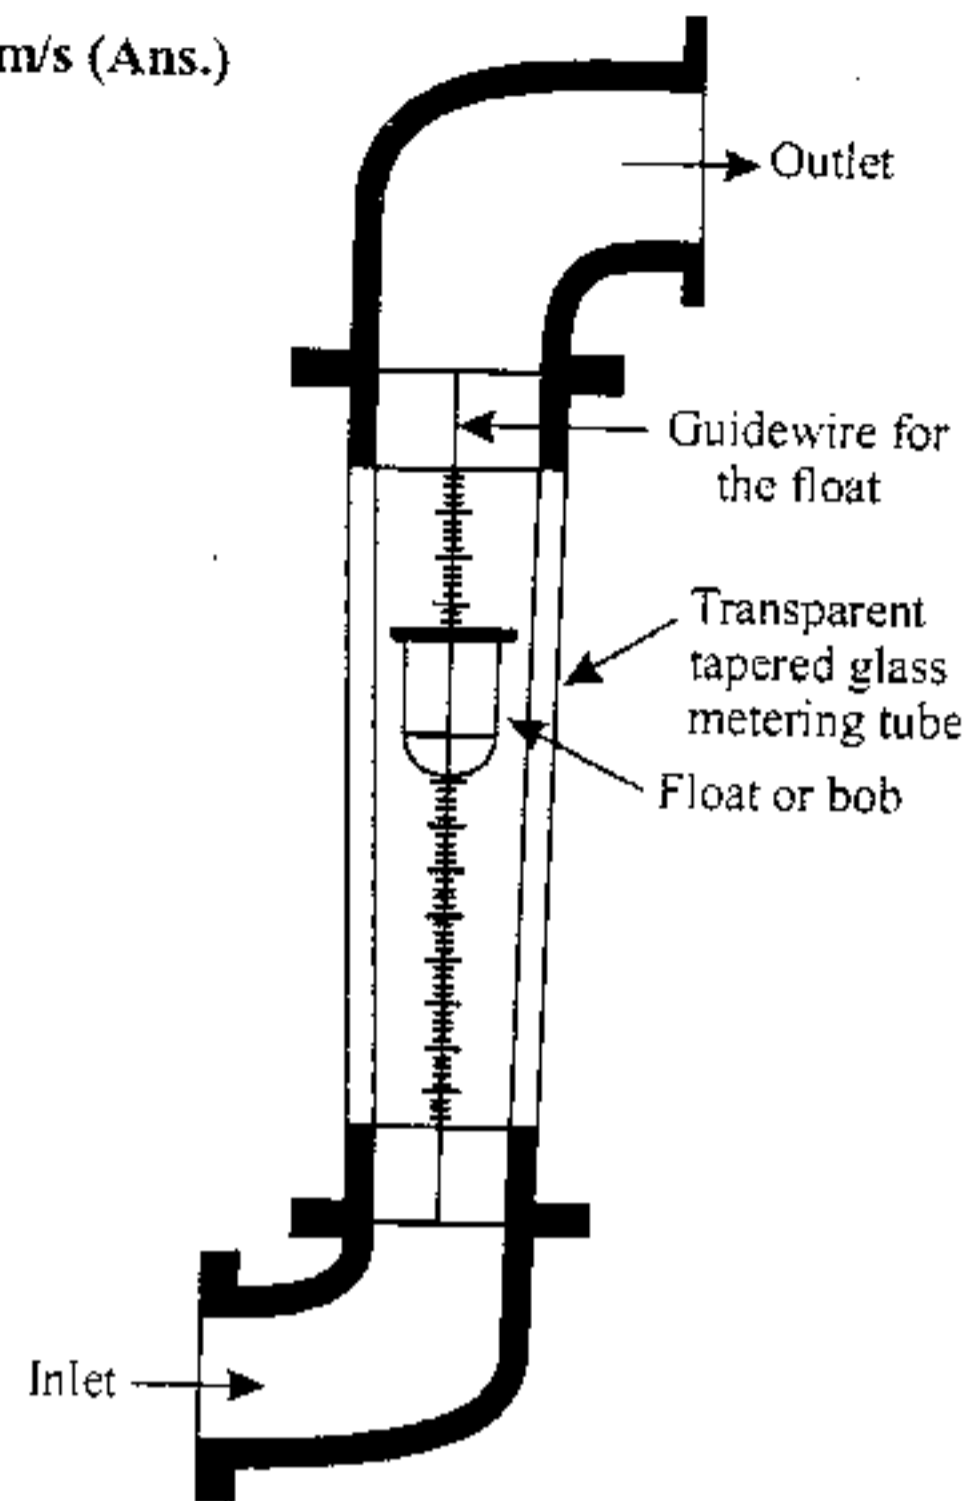

Fig. 6.36. Rotameter.
6.6.3.1. Rotameter. Refer Fig. 6.36.